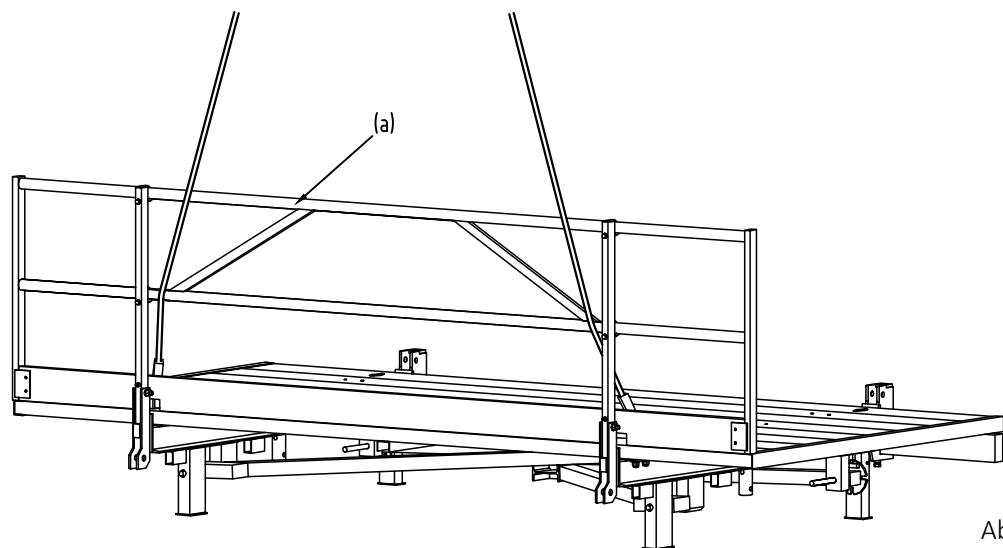

Abb. 1
- 1 Geländer (a) aufklappen und einrasten lassen. Krangehänge an die in den Bühnenbelag versenkten Bügel nächst Geländer einhängen und hinter dem Geländer hoch führen (s. Abb. 1).